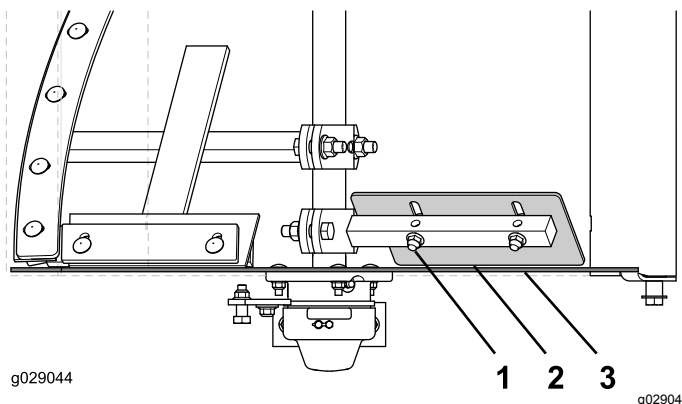

Figure 73
2. Desserrez les boulons de carrosserie et les contre-écrous à embase qui fixent la pale d'extrémité réglable à la pale fixe (Figure 73).